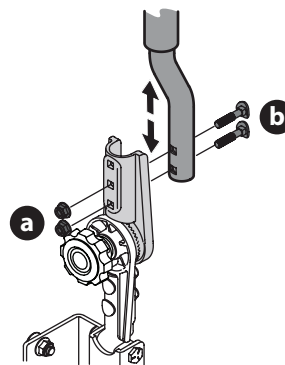

Figure 6
- Retirez les contre-écrous de la bride (a) qui fixent les boulons du chariot (b) dans les leviers de commande de l'entraînement (Figure 6).
- Retirez les boulons du chariot (b) des leviers de commande de l'entraînement et repositionnez-les sur la deuxième série de trous dans le bloc de montage (Figure 6).
- Réinstallez les boulons du chariot (b) et les contre-écrous de la bride (a), et serrez-les à 38 à 46 N-m (28 à 34 pi-lb) (Figure 6).